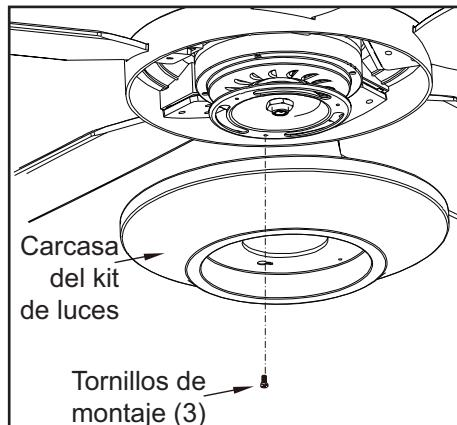

Figura 14
1. Afloja, pero no quites, dos de los tres tornillos de montaje del conjunto motor-ventilador; retira un tornillo de montaje. (Figura 14)
2. Empuja la carcasa del kit de luces hasta el conjunto motor-ventilador de manera que las cabezas de los dos tornillos aflojados encajen en las ranuras tipo ojo de cerradura. Gira la carcasa del kit de luces hacia la derecha y aprieta los tornillos. Vuelve a instalar el tornillo que retiraste en el paso 3 y apriétalo firmemente. (Figura 14)